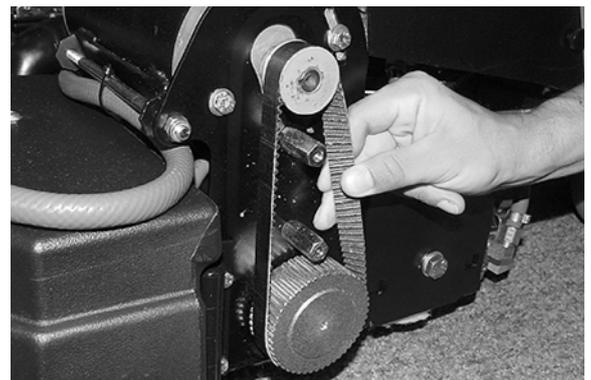

ABB. 43
- Prüfen Sie regelmäßig die Riemenspannung der zwei Bürstenantriebe. Spannen Sie die Riemen, wenn Sie sie in der Mitte um mehr als 90° drehen können (Abbildung 43).